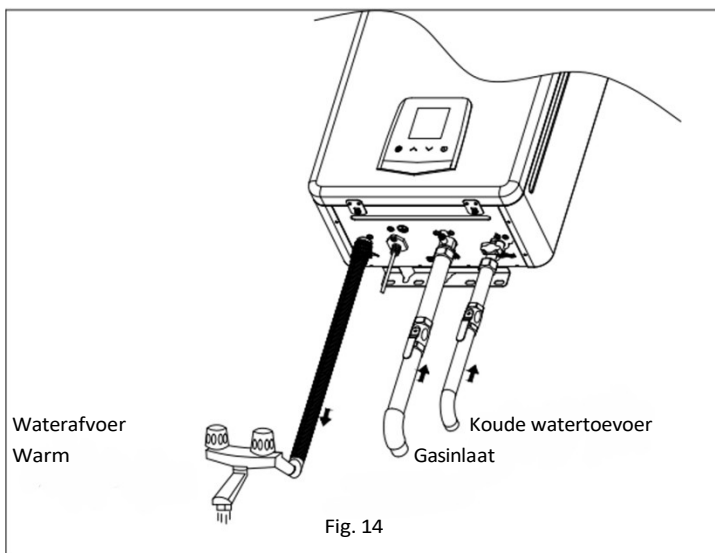

Fig. 14
2. Installatie van water- en gasleidingen (Fig. 14)
(1) Wanneer u voor de boiler staat, bevindt de koudwatertoevoer zich aan uw rechterkant en de warmwaterafvoer aan uw linkerkant. Zelfs als de waterleidingen van uw installatie niet van koper zijn, raden wij u aan om ten minste 0,92 m koperen leidingen te gebruiken voor en na de boiler (conformeer u aan de lokale voorschriften). De diameter van de watertoevoerleiding moet minimaal 1/2 inch zijn om een maximaal debiet mogelijk te maken.
(2) Vergeet niet dat de waterdruk voldoende moet zijn om de boiler te activeren wanneer u warm water afneemt op de bovenste verdieping. Als de warme en koude aansluitingen van de boiler omgekeerd zijn, zal deze niet werken. Koperen of messing koppelingen van 1/2 inch zijn het meest geschikt voor de aansluitingen. Flexibele connectoren vergemakkelijken de installatie en zorgen ervoor dat de waterklep waterdicht is dankzij een afdichting in de vorm van een ring bij de verbinding. Gebruik geen afdichtingspasta of afdichtingsband op deze verbinding. Zorg ervoor dat er geen deeltjes of vuil in de leidingen zitten. (Afb. 14)
(3) De waterdruk moet voldoende zijn om de boiler te activeren. De maximale druk voor het apparaat is 14 bar, zelfs rekening houdend met de effecten van wateruitzetting, en de waterdruk in het apparaat mag deze waarde niet overschrijden.